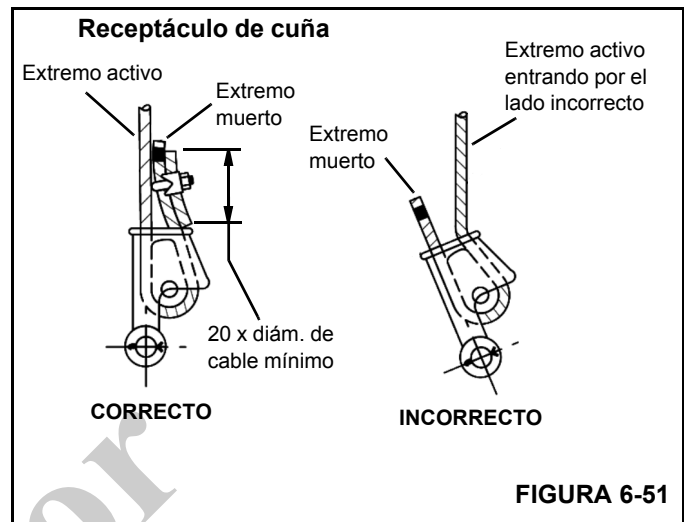

FIGURA 6-51
3. Verifique que el extremo activo (Figura 6-51) del cable quede directamente en línea con las orejetas del receptáculo y con la dirección de la tracción que se aplicará al cable. Si el cable se instala de modo incorrecto en el receptáculo, se producirá un doblez en el punto que el cable sale del receptáculo, y el borde del receptáculo desgastará el cable, causándole daños y la falla eventual del mismo.
4. Inserte el extremo del cable en el receptáculo, forme un lazo con el cable y devuelva el cable a través del receptáculo, permitiendo que el extremo muerto (Figura 6-51) sobresalga del receptáculo. Verifique que el extremo muerto del cable tenga un largo suficiente para aplicarle un dispositivo de terminación al extremo después de haber asentado la cuña.